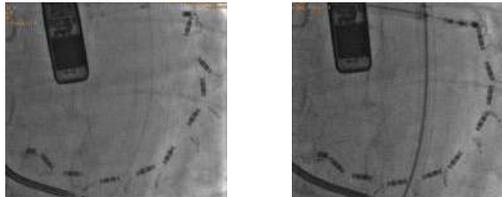

Figure 15. Vue initiale (à gauche) et suppression du jeu de l'implant (à droite)
8. Faire tourner la bobine d'ajustement du câble dans le sens des aiguilles d'une montre pour éliminer le jeu du câble, ce qui se traduit par l'alignement des curseurs et la réduction des espacements entre les curseurs et les ancrés. Voir la **Figure 15**.